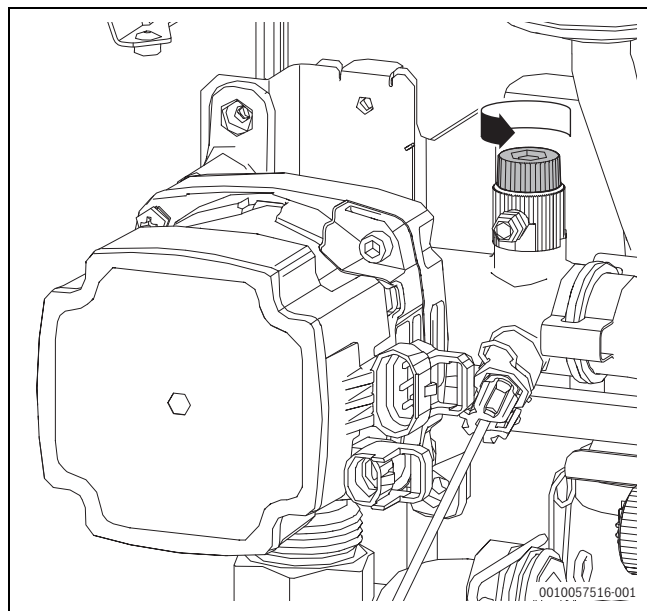

Bild 61 Manuelle Entlüftung der Hybridpumpe
- ▶ Anlage manuell über den Entlüfter an der Wärmezone und der Hybridpumpe entlüften (→ Bild 61 "Manuelle Entlüftung der Hybridpumpe").